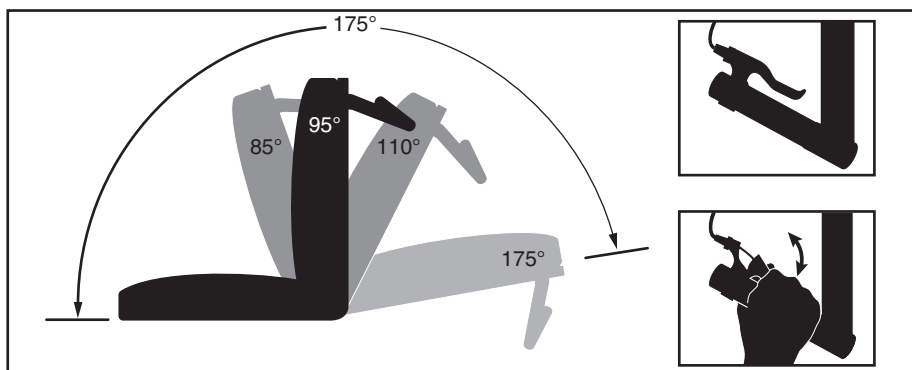

Figure 22. Angles d'inclinaison minimum et maximum
Si votre système de positionnement motorisé TRU-Balance 3® est équipé de l'option Inclinaison manuelle, vous pouvez régler le dossier à des angles allant de la position inclinée minimum (85° à partir de la base du siège) à la position d'inclinaison maximum (175° à partir de la base du siège). **Voir la figure 22.** Lorsque le siège est incliné à plus de 110°, le système d'inhibition sera activé. Le retour du siège à un angle inférieur à 110° rétablira l'alimentation au moteur.
2. Presser le poignées de libération de l'inclinaison, et positionner le dossier à l'angle désiré. **Voir la figure 22.**